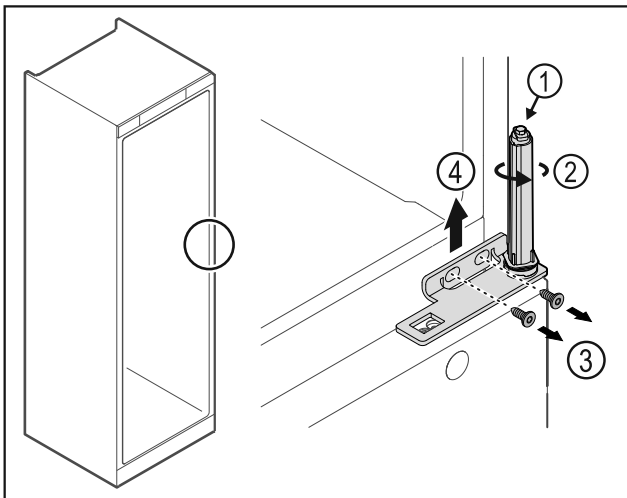

Fig. 31
- ▶ Ne szedje szét az ajtó zárrendszert Fig. 31 (1).
- ▶ Forgassa el a zárrendszert Fig. 31 (2), amíg az be nem kattán.
- ▶ Oldja ki a csavarokat Fig. 31 (3), majd felfelé vegye le a csuklópántot Fig. 31 (4).